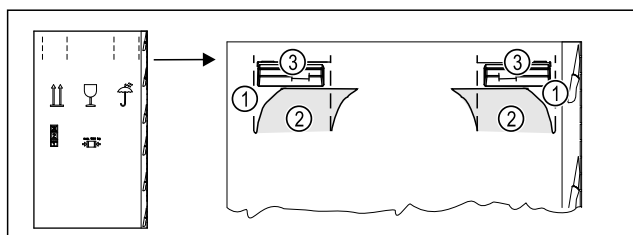

Fig. 3
- ▶ Utisnite kartonsku ambalažu na vrhu perforacije Fig. 3 (1).
- ▶ Izvucite utisnute spojnice Fig. 3 (2).
- ▶ Ručka za nošenje Fig. 3 (3) s desne i lijeve strane je vidljiva.
- ▶ Držite uređaj za ručke za nošenje Fig. 3 (3).